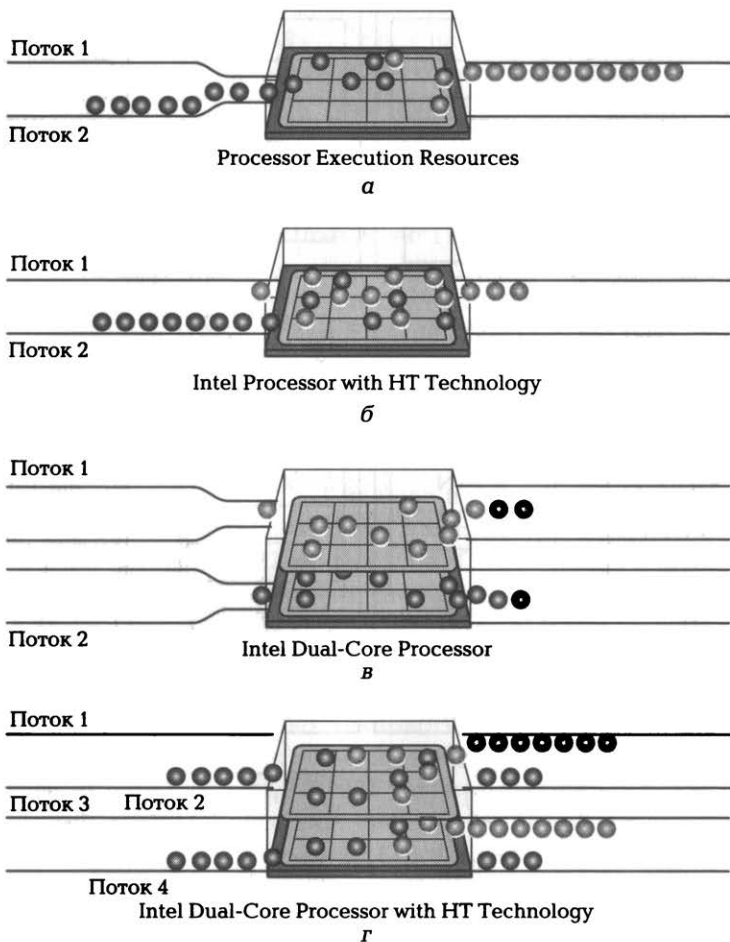

Рис. 2.14. Схемы, поясняющие принципы работы двухъядерного процессора:
Принципы работы двухъядерных процессоров поясняются схемами на рис. 2.14, где шарики являются либо отдельными командами, либо порциями данных.
В традиционном, одноядерном, процессоре (рис. 2.14, а) команды, поступившие на вход процессора, последовательно проходят через нужные для их выполнения блоки по очереди. В классическом понимании, пока отдельная команда выполняется процессором, остальные ждут своей очереди. Различные технологии по ускорению работы процессора, изменяющие порядок выполнения, не нарушают этот принцип, так как поступившие на вход данные должны выйти из процессора в том же порядке.
При использовании технологии HT (*Hyper-Threading*) (рис. 2.14, б) в компьютере появляются два логических процессора, хотя реально
*Двухъядерные процессоры* (рис. 2.14, в) — это два отдельных процессора, которые расположены на одном кристалле или в одном корпусе. Соответственно, на вход двухъядерного процессора приходят два отдельных потока команд и данных, и также отдельно выходят. Взаимного влияния друг на друга оба потока внутри двухъядерного процессора не производят. Исключения составляют схемы интерфейса — обмена информации с внешним миром, а также кэша, но тут два процессора лишь конкурируют за право и порядок использования ресурсов.
Если в двухъядерном процессоре присутствует еще и технология Hyper-Threading (рис. 2.14, г), то пользователь увидит четыре логических процессора, которые могут обрабатывать сразу четыре команды (два потока, разделенные внутри процессора на четыре).